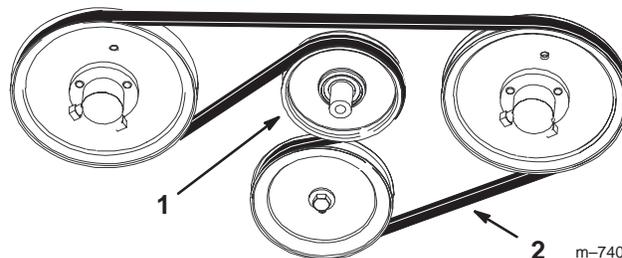

Figure 77
2. Abaissez la poulie de tension rappelée par ressort et enlevez la courroie des poulies du moteur et de la pompe hydraulique (Fig. 77). Enlevez la courroie entre les poulies.
3. Installez la courroie neuve sur les poulies du moteur et de la pompe hydraulique (Fig. 77).
4. Abaissez la poulie de tension rappelée par ressort et alignez-la sous la courroie de transmission, puis relâchez-la (Fig. 77).